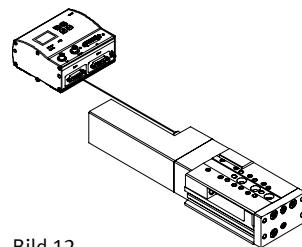

Bild 12
- Verkabeln Sie den SLTE-... am Anschluss **[5]** vollständig mit dem Controller (vgl. Bild 12).